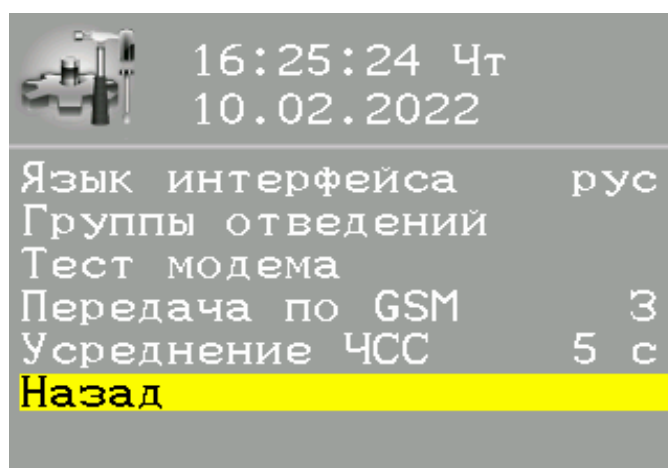

Рисунок 2.13 – Изображение окна при выходе в главное меню
- **НАЗАД.** Для выхода в главное меню следует кнопкой "▲" или "▼" выбрать режим **НАЗАД** и нажать кнопку "ПУСК" (см. рисунок 2.13).